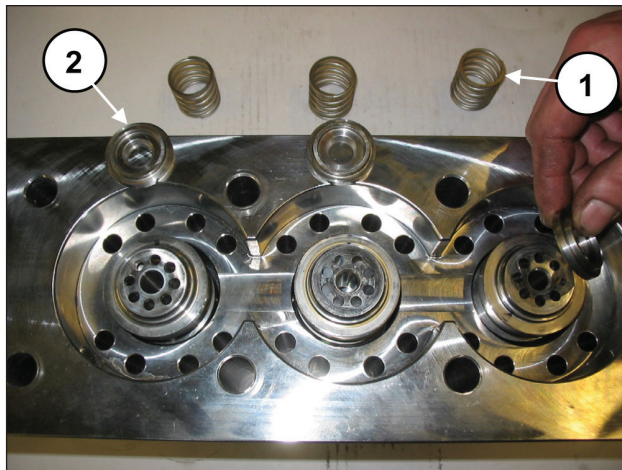

Fig. 103
Durant le démontage des chemises, ne pas perdre les ressorts de soupapes ni les soupapes plates (rep. ① et ②, Fig. 103), car elles pourraient tomber du fait qu'elles ne sont pas bloquées.